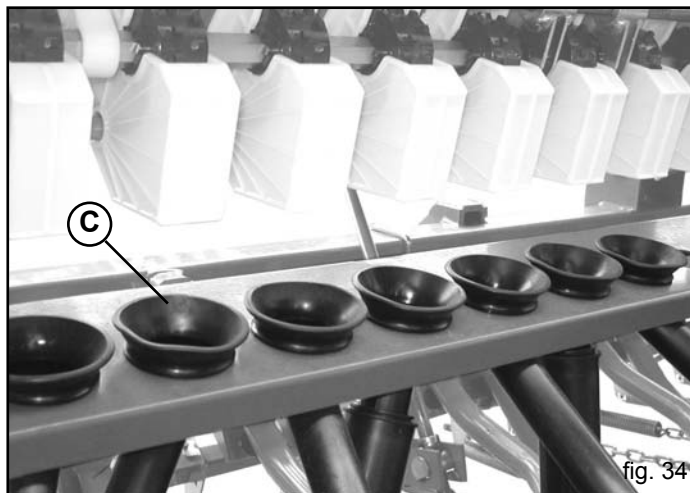

fig. 34
- 1) Abaisser le râtelier (C Fig. 34)